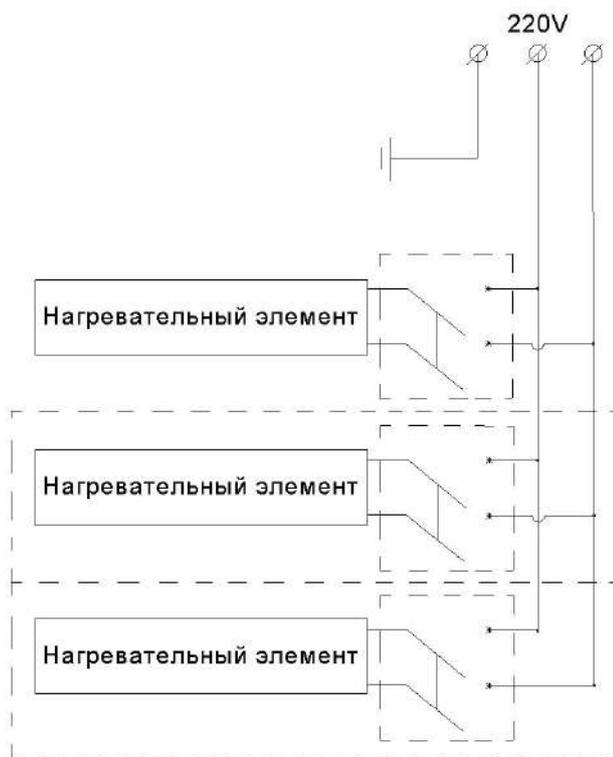

Рисунок 1
2.4 Схема электрическая полки показана на Рис.1: